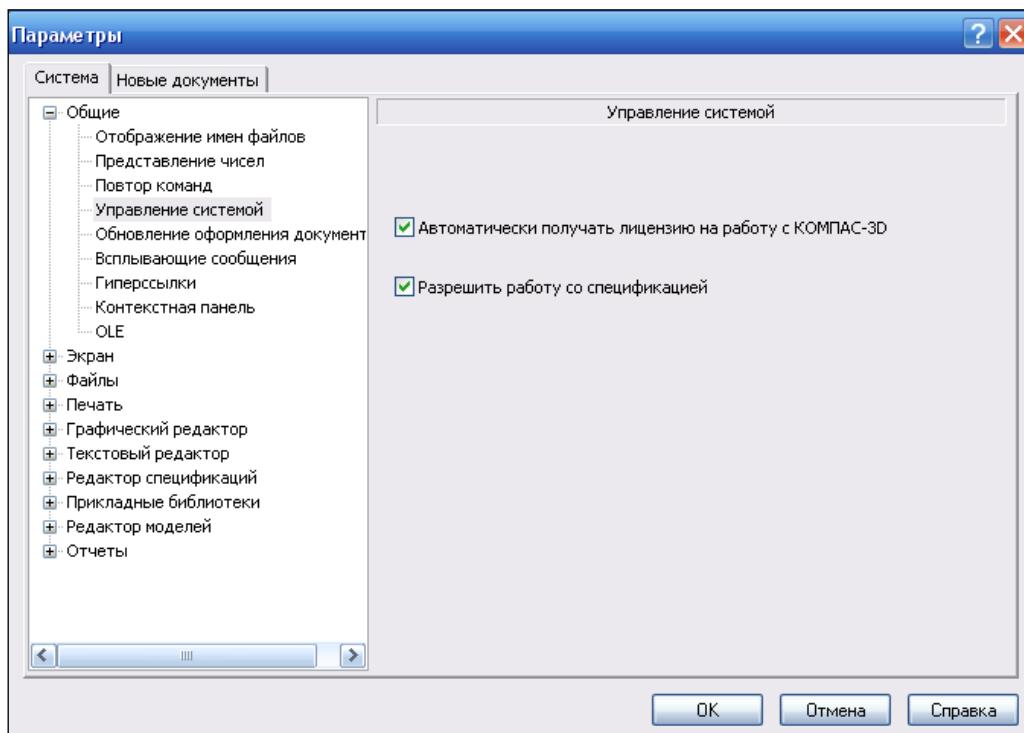

Рис. 1.1. Диалоговое окно **Параметры** с открытой вкладкой **Система** и панелью **Управление системой**
Настройка системы КОМПАС-3D проводится в диалоговом окне **Параметры**, которое вызывается командой **Сервис ► Параметры**. Это общий диалог настройки параметров. Он позволяет изменить общий вид окна КОМПАС-3D, а также различные параметры системы. Диалоговое окно **Параметры** (рис. 1.1) имеет две вкладки: **Система** и **Новые документы**. По умолчанию открыта вкладка **Система**.
- ◆ на вкладке **Система** в левой части окна щелкните ЛК мыши по знаку "плюс" перед названием **Общие**, а затем по пункту **Управление системой**. В правой части появилась панель **Управление системой** (см. рис. 1.1) с двумя опциями: